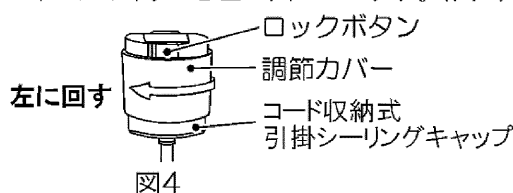

図4
- 2 赤いロックボタンを押しながら引掛シーリングキャップを左に回してはずす。(図4)